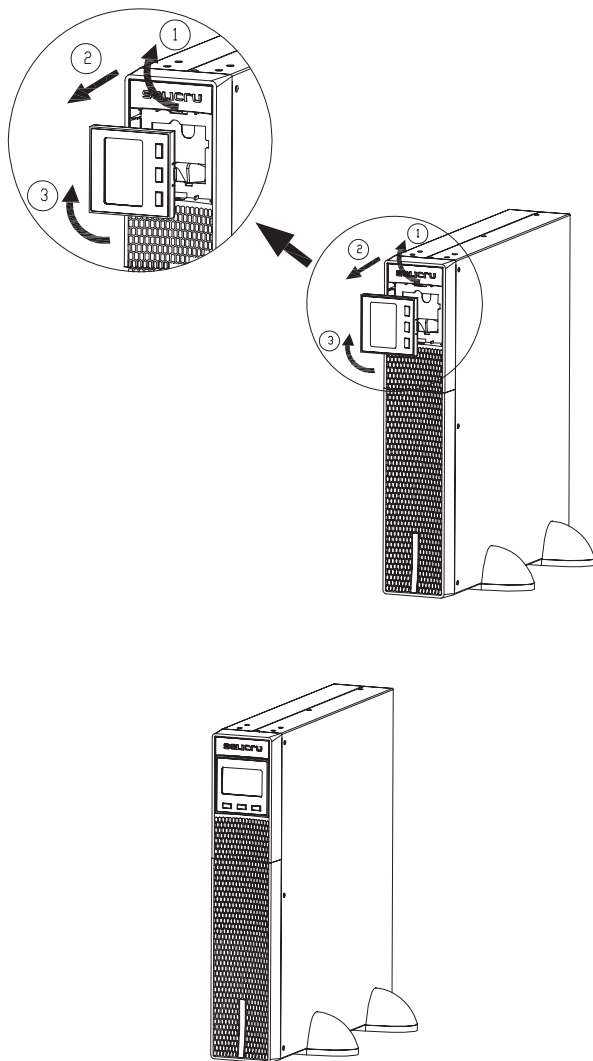

Abb. 7. Rotation des Bedienfelds mit LCD-Display über die Kunststoff-Frontverkleidung.
- Das Gerät ist ursprünglich ab Werk für den Einbau als Rack vorgesehen. Um das Lesen der Meldungen auf dem Display zu erleichtern, wenn das Gerät vertikal installiert ist, wird empfohlen, das Bedienfeld im Uhrzeigersinn um 90° zu drehen (siehe Abb. 7).